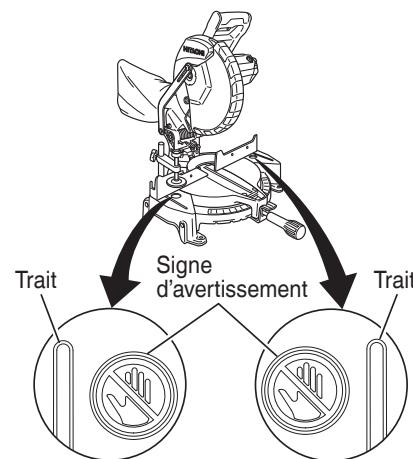

Fig. 12
- \* Ne jamais amener les membres à l'intérieur de la ligne à côté du signe d'avertissement pendant que l'outil fonctionne. Cela pourrait être dangereux (voir Fig. 12).